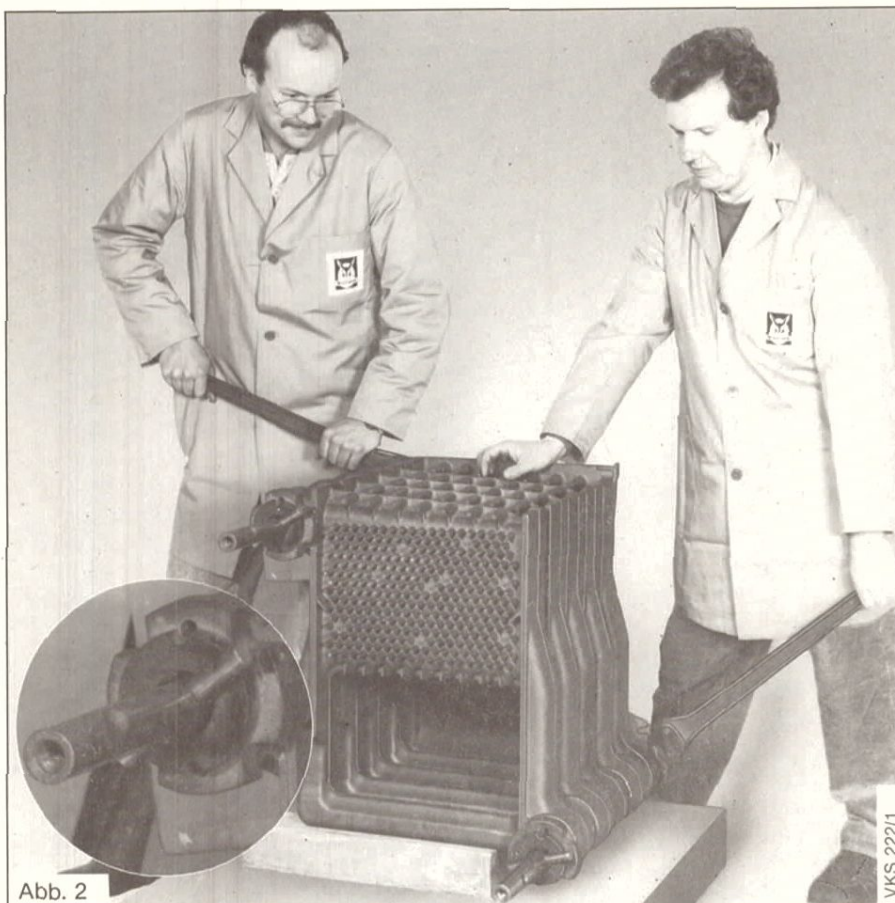

Abb. 2
- Endglied u. Mittelglied mit dem Preßwerkzeug zusammenpressen. (Die untere Nabe befindet sich an der Rückseite des Kesselblockes, siehe Abb. 2).